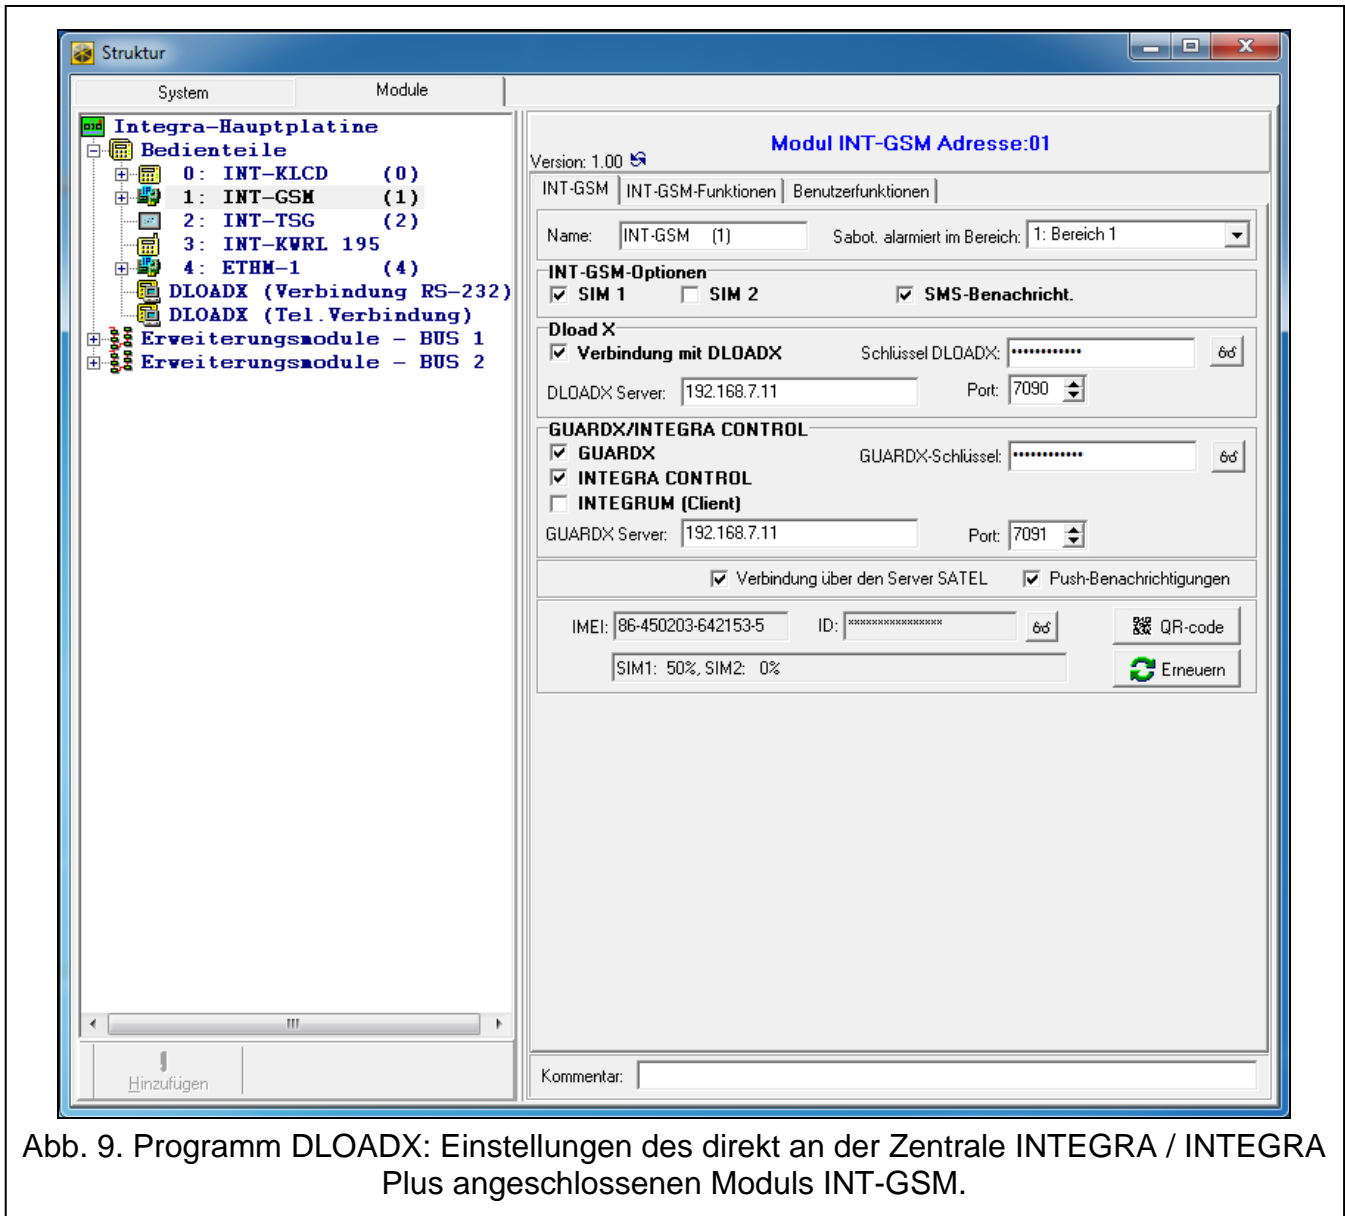

Abb. 9. Programm DLOADX: Einstellungen des direkt an der Zentrale INTEGRA / INTEGRA Plus angeschlossenen Moduls INT-GSM.
- über das Programm DLOADX: Fenster „Struktur“ → Registerkarte „Module“ → Zweig „Bedienteile“ → [Modulname] (Abb. 9),